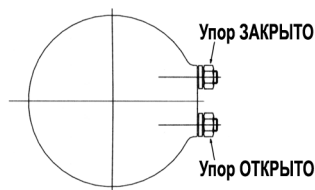

Рис.3 Вид на электропривод сверху
4.2. Настройка механических упоров (Рис. 3)